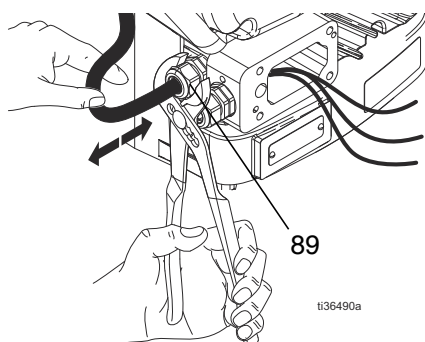

FIG. 13: Koppla bort fläktledningar
1. Dra ledningarna genom fläktsladdfästet (89) på drivenheten (se FIG. 13 på sidan 15).
5. Dra åt fläktsladdfästet grip (89) (se FIG. 13 på sidan 15).